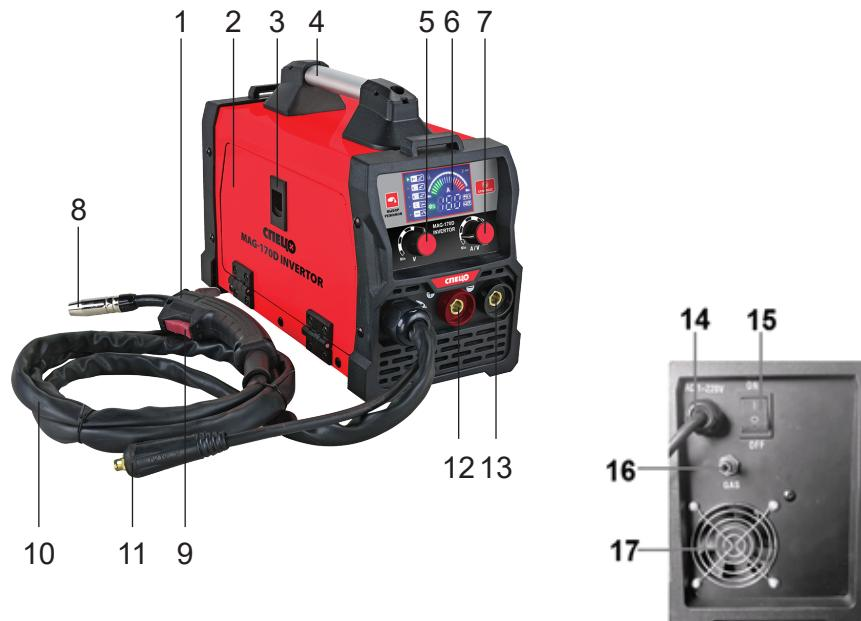

Рисунок 1. Общий вид.
На рис.1 представлен общий вид полуавтомата
7.1.3 Включить аппарат выключателем (рис.1, поз.15) на задней панели, загорится индикатор «Сеть».
-кабель горелки,поз.11,рис.1, подсоединен к разъему «+», а кабель «земля» к «-», в этом случае максимум тепловыделения будет на свариваемом металле.
7.2.16. Подсоединить газовый баллон к ниппелю на задней панели аппарата, рис. 1. поз. 12